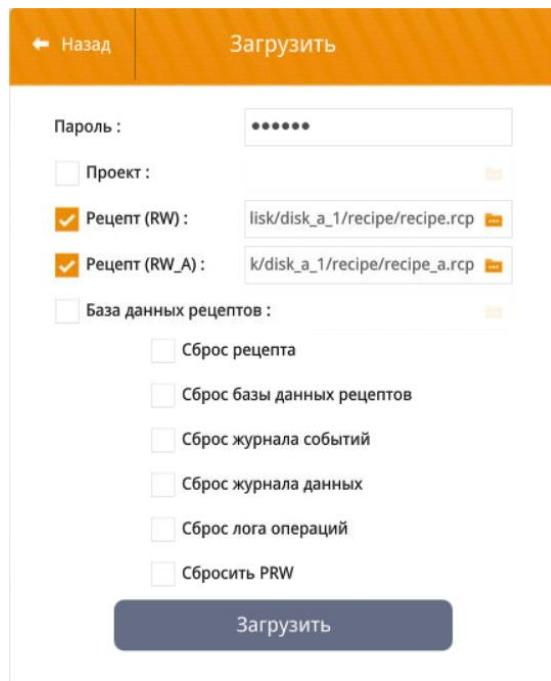

Рисунок 7.7 – Окно «Загрузить»
18. В окне «Загрузить» в поле «Пароль:» ввести пароль (по умолчанию: 111111), также установить активным поле «Рецепт (RW):», «Рецепт (RW\_A):» и выбрать прикладное ПО на USB Flash-накопителе или SD-карте памяти (рисунок 7.7), нажав кнопку ( ) и пройдя по пути, нажимая на символ ( ). При необходимости установить пункты сброса (рецепторов, базы данных рецепторов, журнала событий, журнала данных, лога операций, PRW-registров). Примеры пути к файлам «*recipe.rcp*» и «*recipe\_a.rcp*» на USB Flash-накопителе или SD-карте памяти: